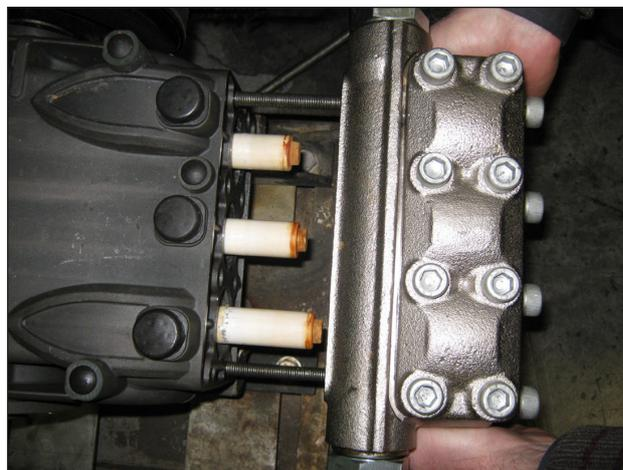

Fig. 29
- B) Lubricar los componentes ②③⑤ con grasa de silicona tipo OCILIS cód. 12001600; tal operación es considerada necesaria también para facilitar el asentamiento del labio de las juntas sobre el pistón.
1. Utilizando dos tornillos - pasadores de servicio (cód. 27726000) fijados en el cárter como se indica en la (Fig. 29), posicionar el cabezal completo; asegurarse que se encuentra centrado solamente sobre el pistón central.